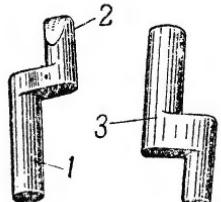

Рис. 21. Разобщитель автоматического спуска:
Рис. 21. Разобщитель автоматического спуска (рис. 21) служит для освобождения курка с автоматическим спуском при закрытом затворе. Разобщитель имеет: нижний конец для действия на автоматический спуск; верхний конец, на который действует стебель затвора и опускает разобщитель вниз. Нижняя плоскость колена ограничивает смещение разобщителя вниз, а верхняя препятствует продвижению разобщителя вверх.
**22. Разобщитель автоматического спуска** (рис. 21) служит для освобождения курка с автоматическим спуском при закрытом затворе. Разобщитель имеет: нижний конец для действия на автоматический спуск; верхний конец, на который действует стебель затвора и опускает разобщитель вниз. Нижняя плоскость колена ограничивает смещение разобщителя вниз, а верхняя препятствует продвижению разобщителя вверх.